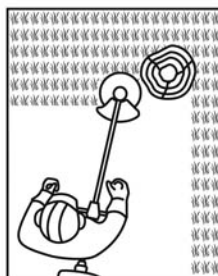

Fig. 29
- > Preste especial atenção durante os trabalhos junto a bordas e árvores: a lâmina poderá danificar troncos de árvores sensíveis e postes de cercas (fig. 29).